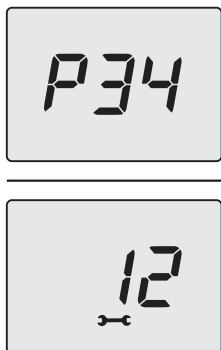

Figura 9.5
- Premere per 1 sec. il tasto 14 (Figura 9.1) per entrare nel parametro selezionato. Il display visualizzerà quanto segue (Figura 9.5).